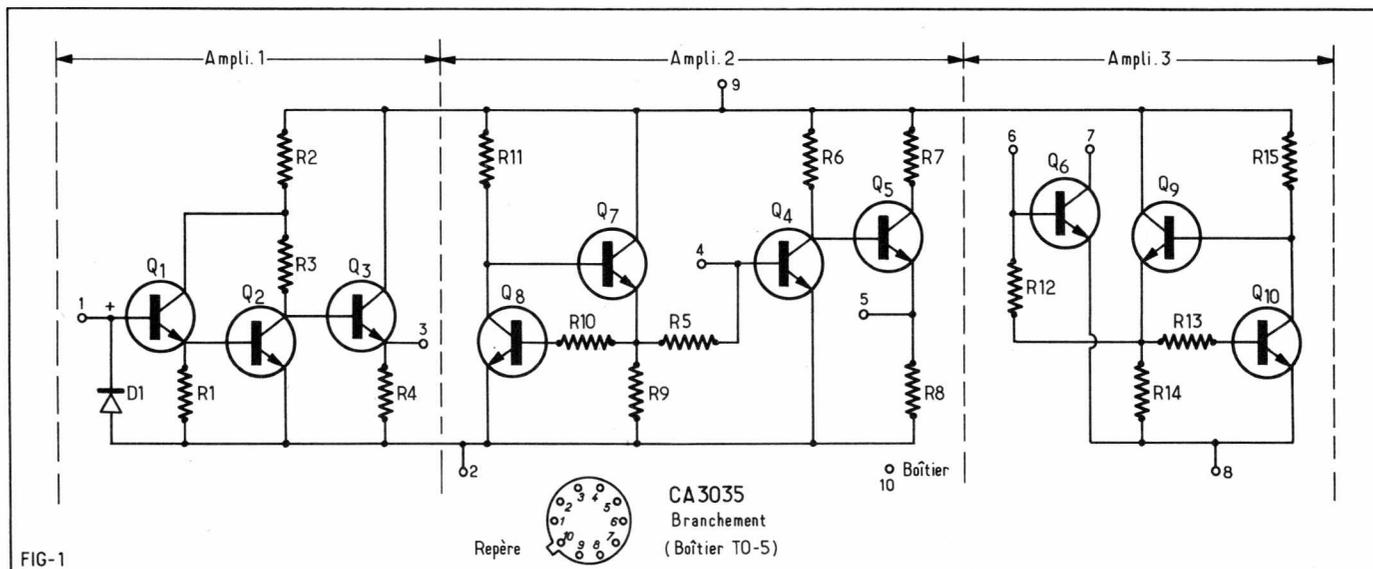

Fig. 1. — Disposition interne du CA3035.
**U**N des circuits intégrés les plus utiles est certainement le CA3035. Celui-ci se présente sous la forme d'un boîtier TO5 à 10 sorties et contenant un total de 10 transistors, une diode et 15 résistances (fig. 1). Sous ce boîtier TO5, nous trouvons en fait trois amplificateurs large bande. Ces amplificateurs du type « single ended » et fonctionnant donc avec une alimentation unique peuvent être utilisés séparément ou placés en cascade. En cascade, ils donnent un gain en tension de 129 dB soit 2 800 000. Chaque amplificateur individuel a un dispositif de compensation en température incorporé et peut fonctionner entre  $-55^{\circ}\text{C}$  et  $+125^{\circ}\text{C}$ . Le gain et la largeur de bande de chaque amplificateur peuvent être ajustés selon les caractéristiques spécifiques et l'utilisation du montage utilisant le CA3035.
La figure 1 nous donne le brochage et la constitution interne exacte du CA3035.